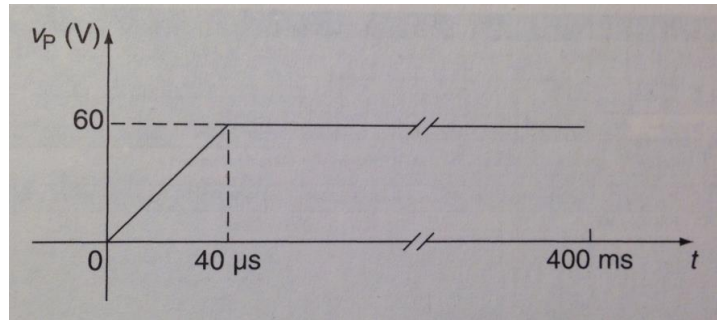
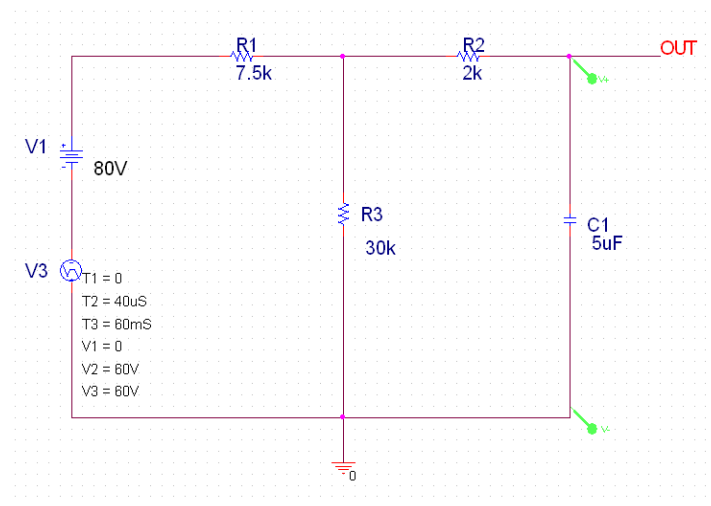
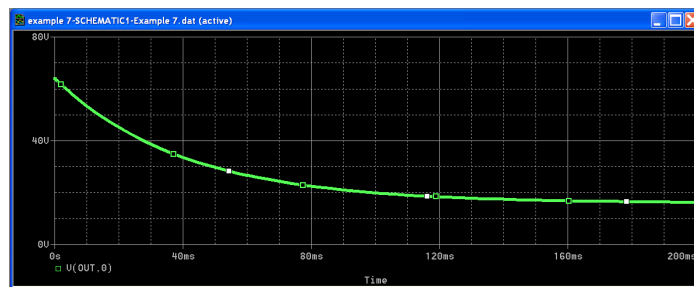

图 52. 分段线性电源, 40 $\mu$ s 以后上升到 60V
图 53. 带分段线性电源的线路图
图 54. 输出电压的瞬间变化
假设我们有如图 52 的分段线性电源, (40 $\mu$ s 以后从 0V 上升到 60V), 如果我们把它加到图 53 的线路中, PSpice 可以用于分析输出电压的瞬间变化, 显示图 54 的曲线.
8.1 建立一个 Project 带有图 53 的线路图. 这里要说明的是如何建立分段线性信号源.